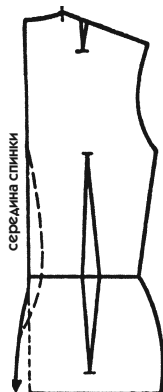

Рис. 55
4. Собирая на булавки шов по середине спинки, расширьте его книзу, как показано на рис. 55 (сплошная линия или мелкий пунктир). Иногда возникает необходимость выполнить классический рельеф, заменяющий вытачки, чтобы придать дополнительную ширину на уровне ягодиц.